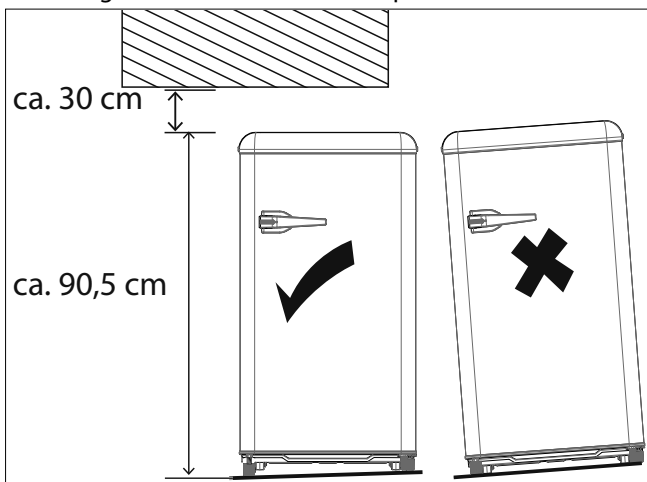

Fig. 4 – Altura mínima del espacio, nivelar el aparato
- Nivele el aparato y compense las irregularidades del suelo enroscando de forma correspondiente los pies de apoyo (3) (véase Fig. 4).